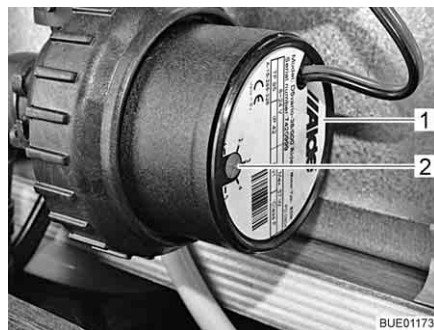

Fig. 170 Réduction de la vitesse de rotation
Le bouton tournant (Fig. 170,2) permet de régler la vitesse de rotation du circulateur. Une faible vitesse de rotation réduit les bruits de fonctionnement de la pompe.
Le bouton tournant se trouve sur le circulateur (Fig. 170,1).
- Tourner le bouton tournant (Fig. 170,2) dans le sens inverse des aiguilles d'une montre. La puissance est réduite.